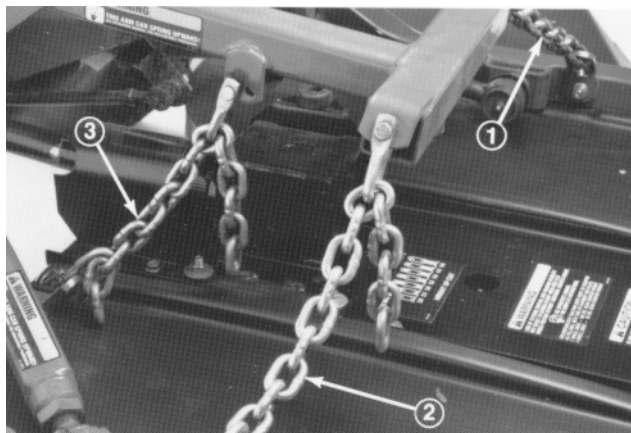

**Figure 7**
1. Alignez les trous de la chape et de l'arbre d'entrée du boîtier d'engrenages. Glissez la chape sur l'arbre et fixez-les ensemble avec une goupille cylindrique, 2 vis de fixation (5/16 x 1-3/4 po) et 2 contre-écrous (5/16 po) (Fig. 7).